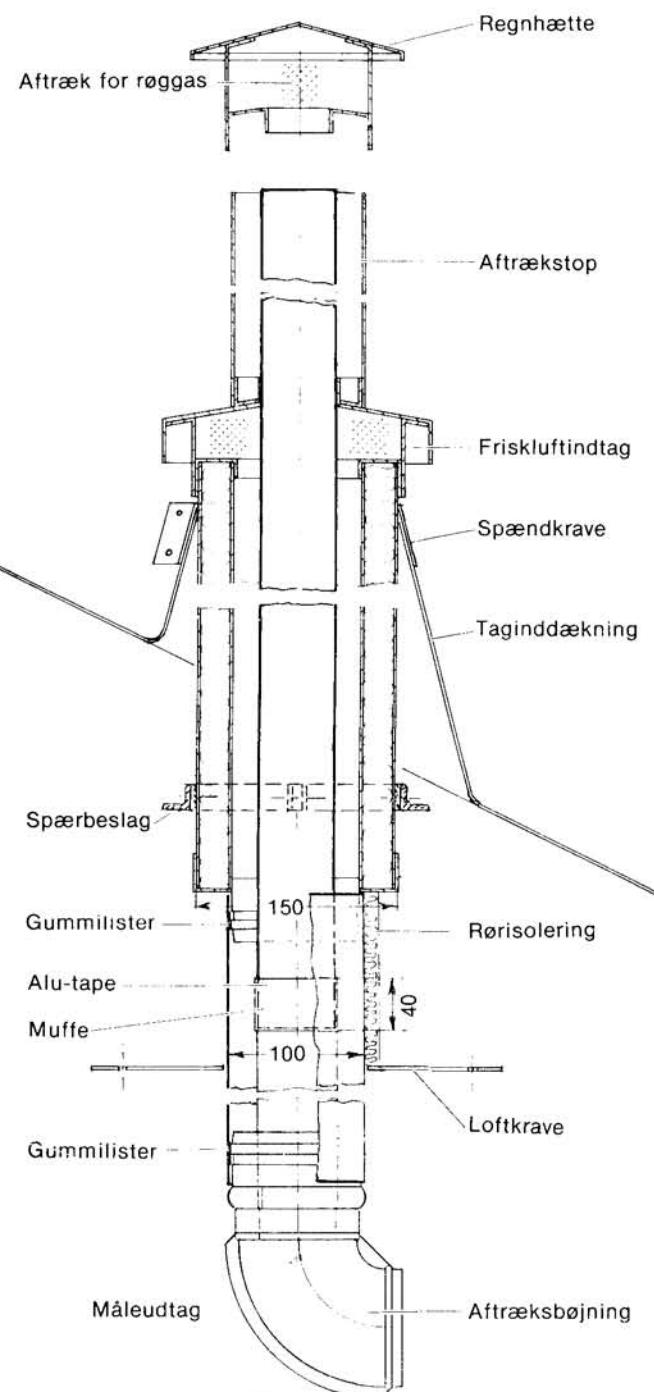

Fig. 18
- Hvor gennemføringen er etableret monteres der ved loft: loftkrave, og på taget: taginddækning, se bilag D og fig. 18.